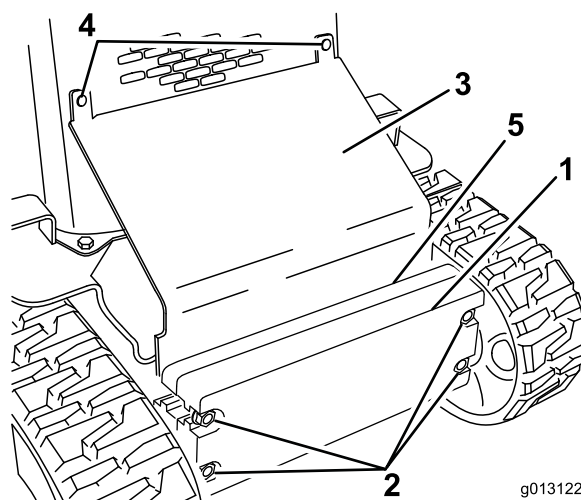

Figure 26
2. Desserrez les boulons de fixation des masses (Figure 26).
3. Enlevez les boulons de carrossier et les écrous de fixation de la plaque inclinée (Figure 26).
10. Glissez la plaque inclinée entre le châssis et les masses, et fixez-la au panneau avant à l'aide des boulons de carrossier et des écrous enlevés précédemment (Figure 26).
11. Serrez les boulons de fixation des masses avant (Figure 26).